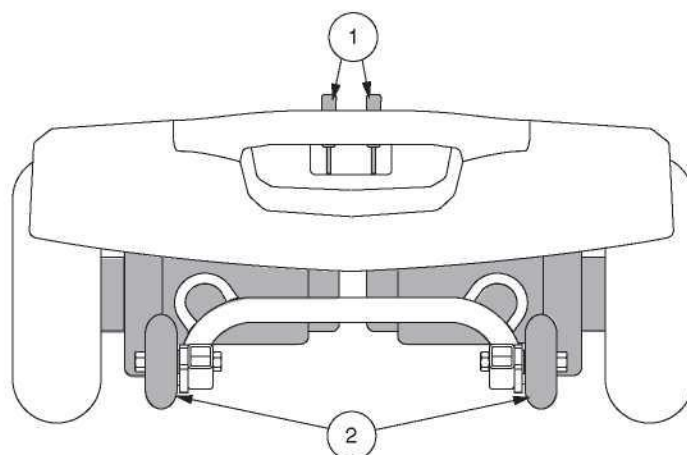

Figure 9. Section arrière - Jazzy ZTS
Votre Travel Scooter est équipé de deux leviers d'embrayage manuel « pour passer au neutre » un sur chaque moteur. Ces leviers vous permettent de débrayer les moteurs de la boîte de vitesse, afin de pouvoir manoeuvrer votre Travel Scooter manuellement. Voir la figure 9.
1. Trouvez les leviers sur la section arrière de la Travel Scooter. Voir la figure 9.